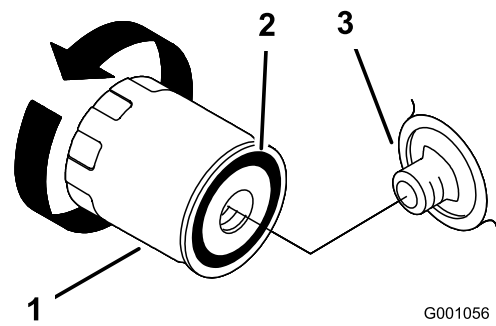
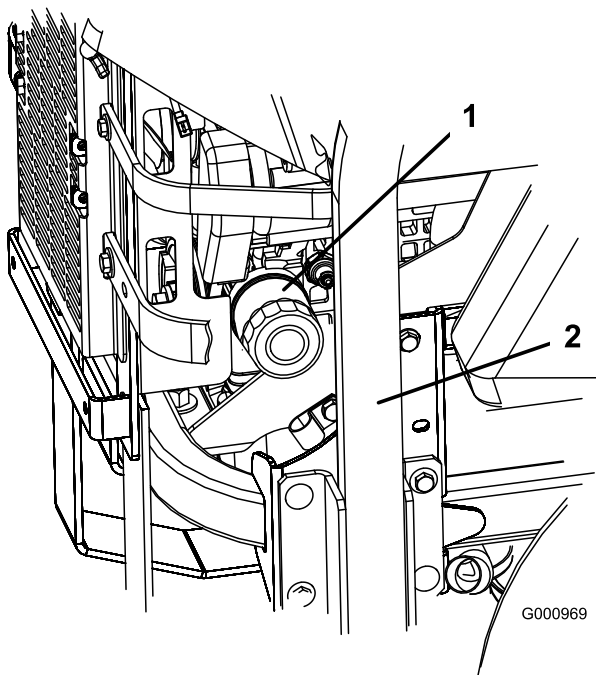

Figura 41
Figura 40
3. Gire el filtro en el sentido contrario a las agujas del reloj para retirarlo (Figura 40 y Figura 41).